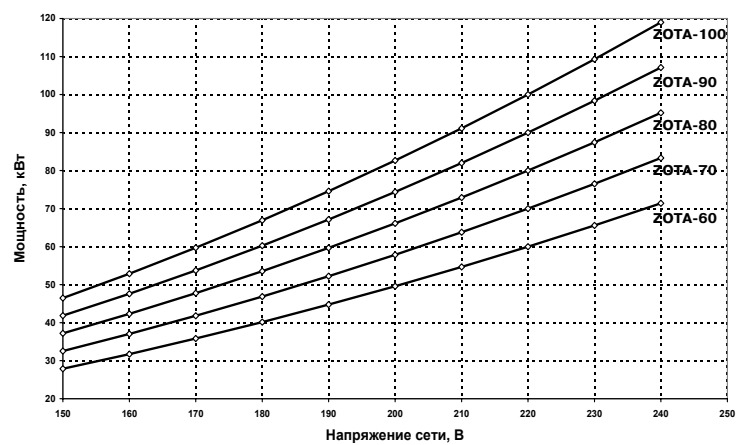

Рис.11 График изменения мощности электроводонагревателя в зависимости от питающего напряжения
1.3. Электроводонагреватель предназначен для работы в 3-х фазных сетях переменного тока напряжением 380 В, частотой 50 Гц с глухозаземленной нейтралью. Номинальное напряжение между нулем и каждой фазой 220В ± 10% т.е. от 200В до 240В. Электроводонагреватель сохраняет работоспособность в диапазоне питающих напряжений от 160 до 240 В, что достигается использованием импульсного источника питания. При питании пониженным напряжением мощность водонагревателя значительно снижается (см. приложение 3, Рис.11).